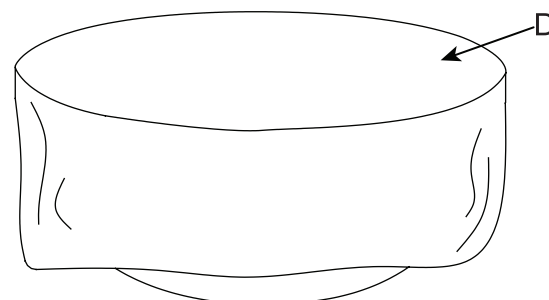

Figure 5
6. Kad ugunsbedre ir pilnībā atdzisusi, pārklājiet to ar aizsargvāku (D) (skatīt Figure 5).